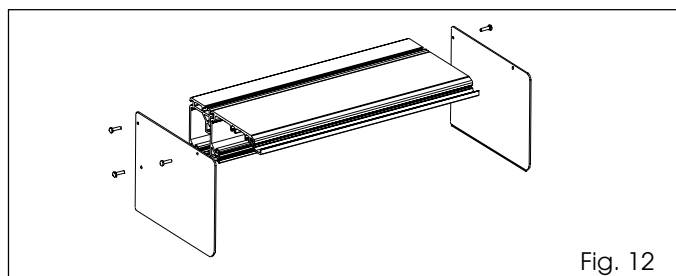

Fig. 12
•Breng de zijpanelen aan zoals op fig. 12 en 13.